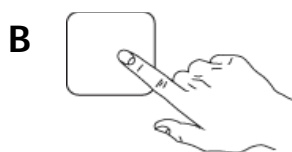

Fig.15
- Pulse uno de los ciclos disponibles entre el botón "B". (Fig. 15)